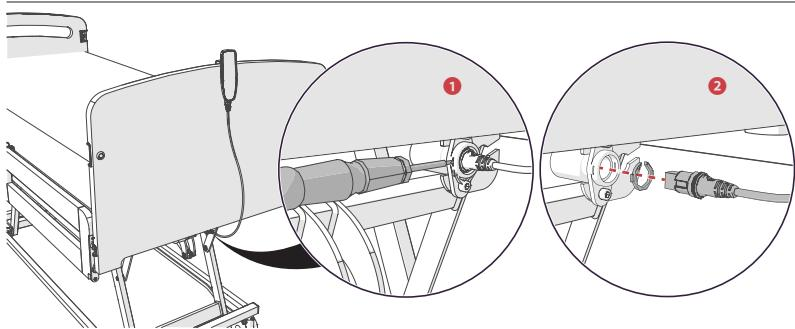

Abbildung 24 Die Handbedienung austauschen
- Hebeln Sie den Sicherungsring mit einem Schraubendreher ab (Abbildung 24).